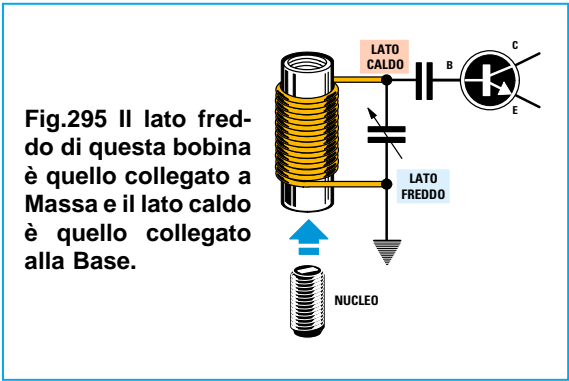
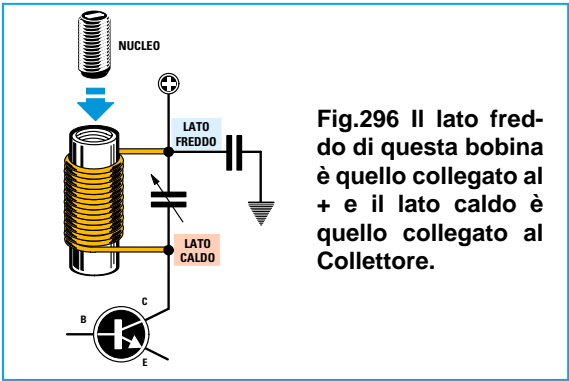

Fig.295 Il lato freddo di questa bobina è quello collegato a Massa e il lato caldo è quello collegato alla Base.
Fig.296 Il lato freddo di questa bobina è quello collegato al + e il lato caldo è quello collegato al Collettore.
**4°** - Se la bobina di sintonia è provvista di un **nucleo ferromagnetico**, questo andrà sempre inserire nel **lato freddo** della bobina. Per **lato freddo** si intende il **lato** in cui il filo terminale della bobina è collegato a **massa** (fig.295). Se la bobina è collegata al Collettore del transistor, il **lato freddo** è quello in cui il suo filo terminale è collegato al **positivo** della tensione di alimentazione (vedi fig.296). Inserendo questo nucleo nel lato opposto, l'oscillatore funzionerà ugualmente, ma **aumenterà** la corrente di assorbimento del transistor e non il suo **rendimento**.